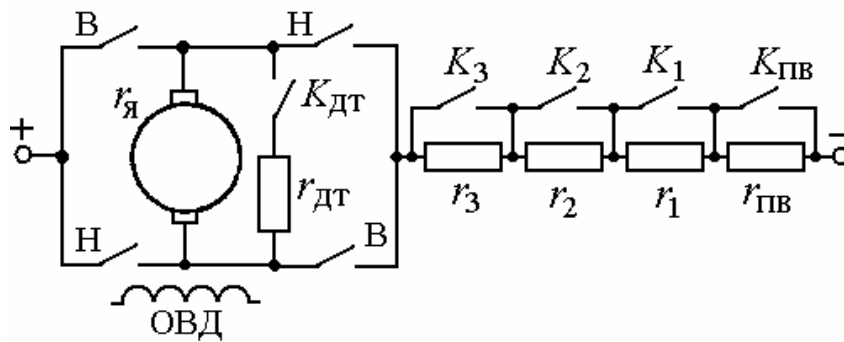
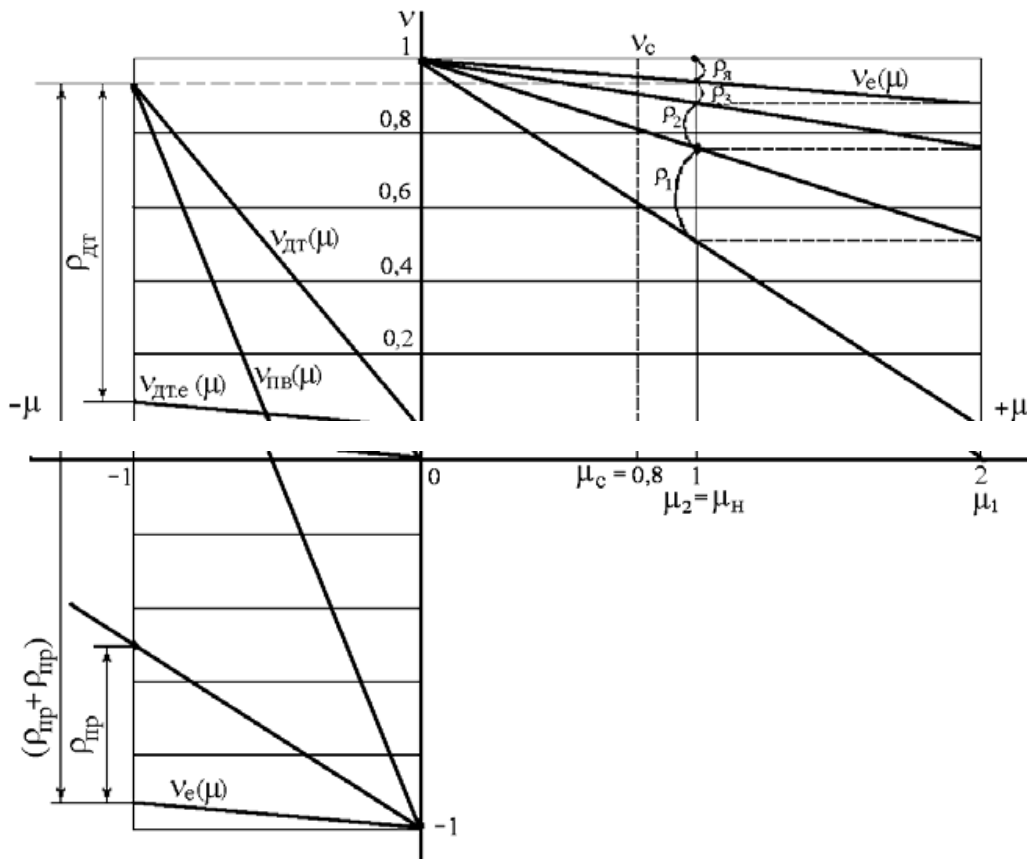

Рис.8. Схема электропривода с реостатно-релейным управлением
Рис.9. Механические пусковые и тормозные характеристики ДПТНВ
**Задача 17.** Для привода с двигателем постоянного тока независимого возбуждения (ДПТНВ) с реостатно-релейным управлением(рис.8) рассчитать величины ступеней пусковых сопротивлений. Номинальные значения паспортных величин двигателя:  $P_n = 8,5 \text{ кВт}$ ;  $U_n = 220 \text{ В}$ ;  $I_n = 44 \text{ А}$ ;  $\omega_n = 94 \text{ рад/с}$ . Максимальный пиковый момент двигателя при пуске  $\mu_1 = 2$ . Относительные значения момента переключения ступеней пускового сопротивления  $\mu_2 = 1$ , статического момента нагрузки  $\mu_c = 0,8$ .
2. Найти число ступеней пуска  $m$  и построить характеристики реостатного пуска (рис.9).
**Задача 18.** Для привода постоянного тока с реостатно-релейным управлением (см. рис.8) рассчитать ступень сопротивления для торможения противовключением и для динамического торможения. Характеристики приведены на рис.9. Номинальные значения параметров двигателя:  $P_n = 8,5 \text{ кВт}$ ;  $U_n = 220 \text{ В}$ ;  $I_n = 44 \text{ А}$ ;  $r_a = 0,3 \text{ Ом}$ ;  $\omega_0 = 100 \text{ рад/с}$ ;  $\omega_n = 94 \text{ рад/с}$ . Двигатель переключается в тормозной режим потивовключения или динамического торможения при  $\mu_c = 1$  и  $v = v_n$ . Максимальный тормозной момент при переключении  $\mu_t = 1$ . Пусковые характеристики рассчитаны для максимального значения момента при пуске с  $\mu_1 = 2$ .